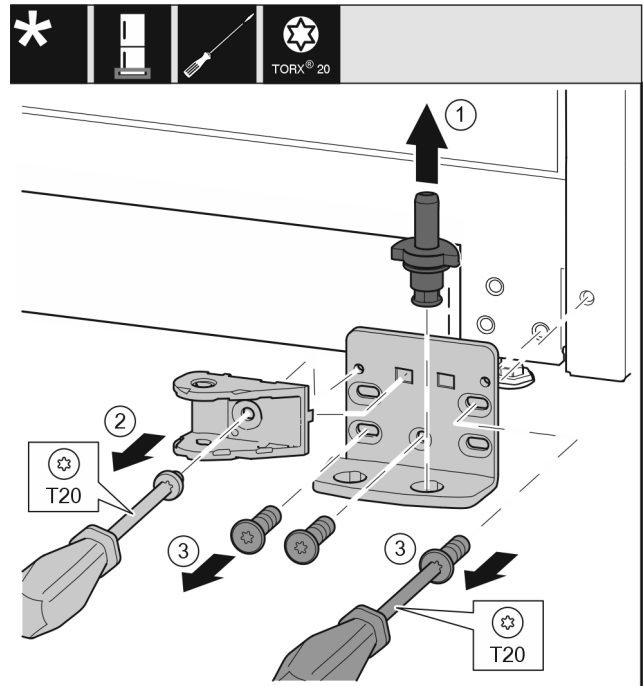

Fig. 30
- Lagerbolzen Fig. 30 (1) komplett nach oben herausziehen.
- Schraube Fig. 30 (2) mit Schraubendreher herausdrehen und Schließdämpferverbindung abnehmen.
- Schrauben Fig. 30 (3) mit Schraubendreher herausdrehen und Lagerbock abnehmen.